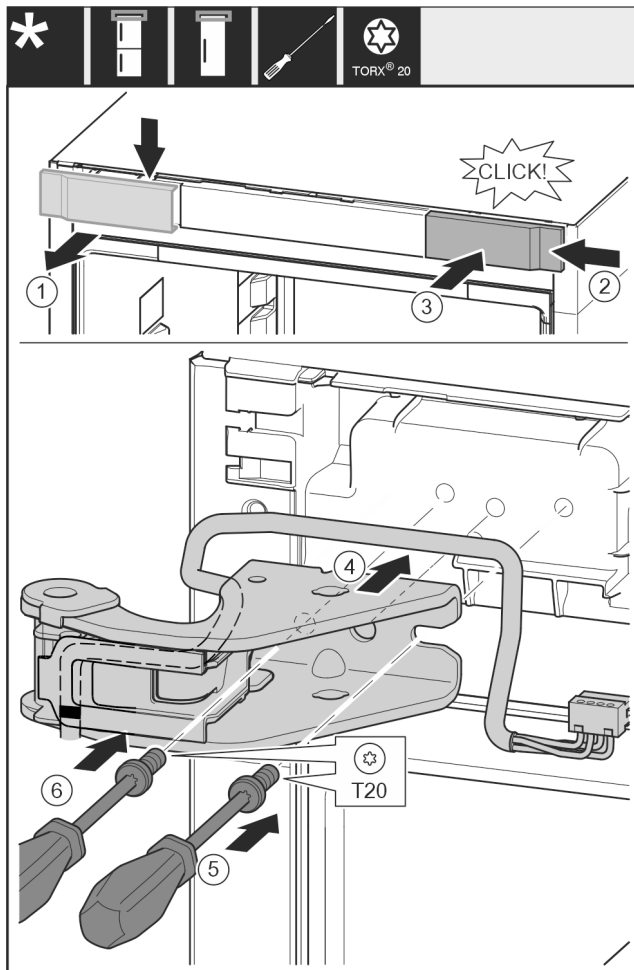

Fig. 32
- ▶ Retirer le couvercle du haut vers l'avant. Fig. 32 (1)
- ▶ Accrocher le cache tourné de 180° de l'autre côté à droite. Fig. 32 (2)
- ▶ Encliqueter le cache. Fig. 32 (3)
- ▶ Mettre en place le support de palier supérieur. Fig. 32 (4)
- ▶ Mettre en place la vis avec un tournevis T20 et la serrer. Fig. 32 (5)
- ▶ Mettre en place la vis avec un tournevis T20 et la serrer. Fig. 32 (6)